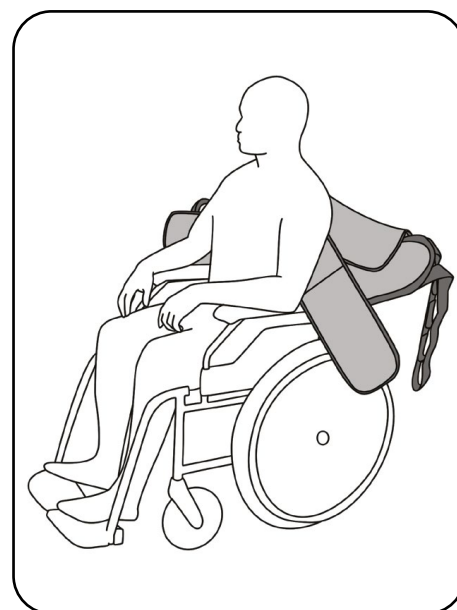

Abb. 9.2.03 – offener Liftergurt hinter dem Rücken des Patienten
5. Schieben Sie den Liftergurt hinter den Rücken des Patienten (Abb. 9.2.03). Achten Sie darauf, dass die Oberkante des Liftergurtes auf Höhe des Achselbereiches ist.